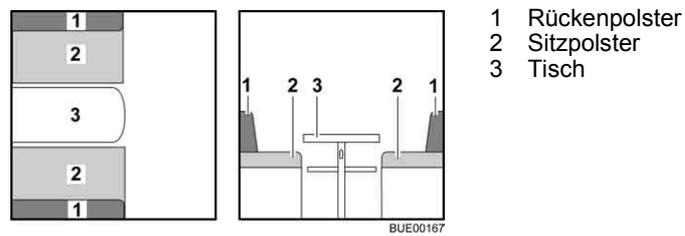

Bild 90 Vor dem Umbau
- Tisch (Bild 90,3) zum Bettunterbau umbauen (siehe Abschnitt 6.12).